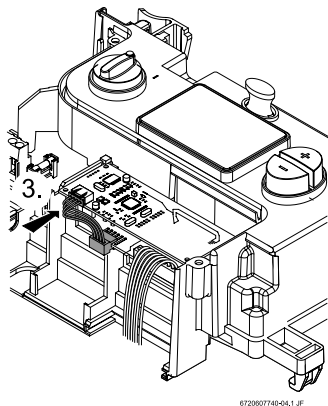

Bild 6 *Verbindungskabel der Leiterplatte*
- Das Verbindungskabel der Übertragungseinheit am anderen Ende gemäß Bild 6 anschließen.